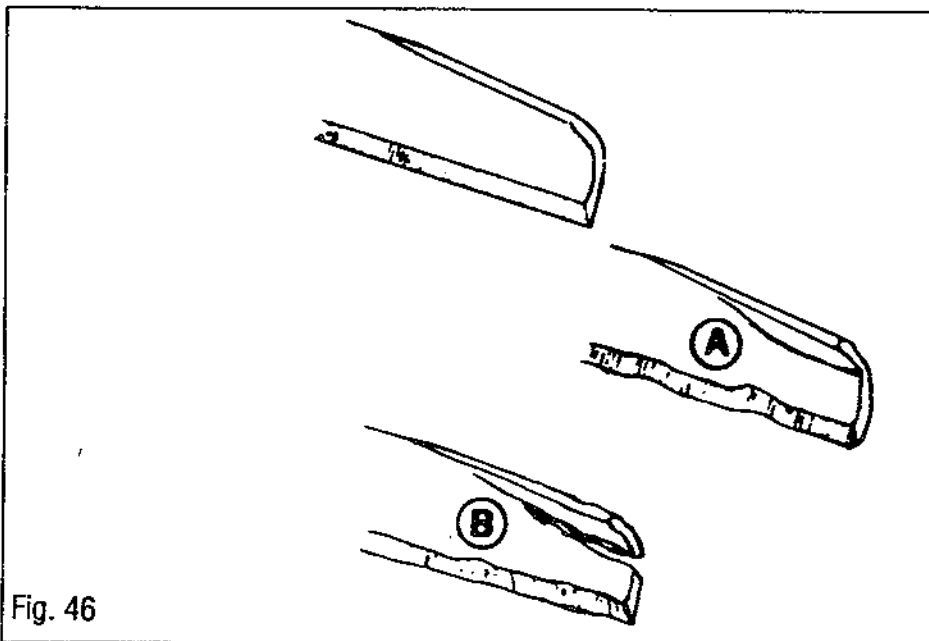

Fig. 46
Quand les lames travaillent sous des conditions abrasives, elles peuvent s'user comme montré (A, Fig. 46).
Si une séparation commence à se former comme en (B, Fig. 46), remplacer la lame. Si l'usure montrée en (B) continue, la séparation s'agrandit et des morceaux de lame peuvent se casser.